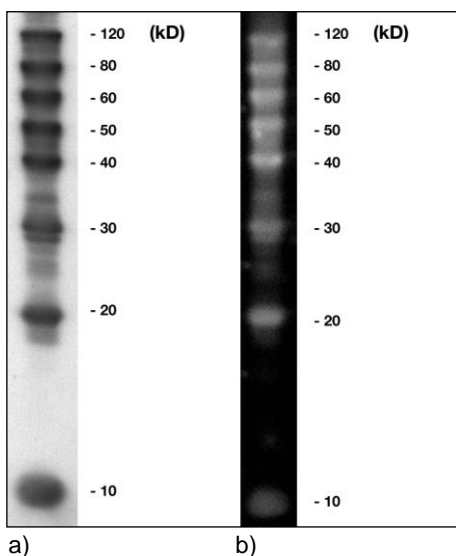

Abb.2: Roti[®]-Mark WESTERN Marker auf Roti-PVDF Membran nach Chemilumineszenz-Nachweis mit Roti-Lumin. Roti[®]-Mark WESTERN HRP-Konjugat 1:1000.
- VII.7 Farb- oder Chemilumineszenznachweis zur Detektion der Banden. Lassen Sie die Farbreaktion inkubieren, bis die gewünschte Bandenstärke erreicht ist. Bei dem Chemilumineszenznachweis gilt: nach der Inkubation (z.B. in Roti[®]-Lumin) überschüssige Substratlösung mit einem Filterpapier aufsaugen und sofort die Chemilumineszenz mittels einer Kamera oder eines Röntgenfilms detektieren (siehe Abb. 2). Typische Belichtungszeiten bei Verwendung einer Kamera liegen zwischen 20 sec und 3 min, bei Verwendung eines Röntgenfilms können unter den vorgegeben Bedingungen noch kürzere Expositionszeiten ausreichen.